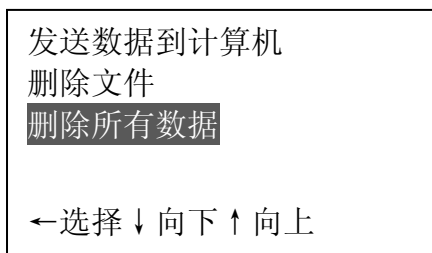

图 36
f. 在 d 步骤若按 ↓ 或 ↑ 键将光标移至 **删除所有数据**，如图 36：